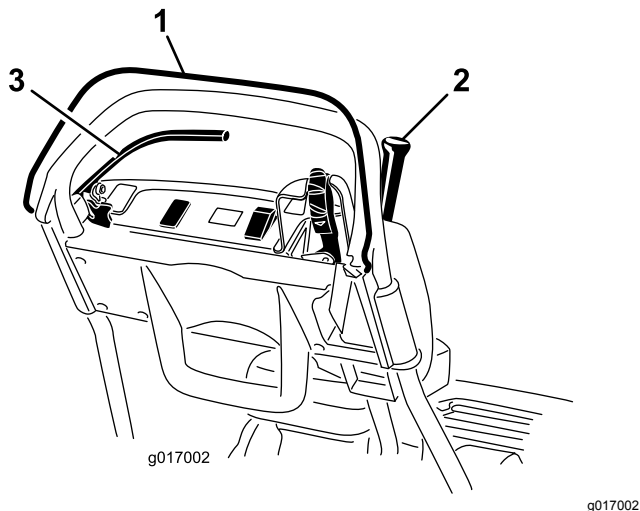

図 34
3. OPC を解除した状態で、走行レバーを入れる 図 34。レバーが入らなければ正常。走行レバーが入るのはインタロックシステムの異常であるから修理する。必ず修理してから使用すること 走行インタロックスイッチの整備 \(ページ 33\)を参照。
4. OPC を押し、走行レバーを入れた状態から OPC を解除する 図 34。走行レバーが外れれば正常です。走行レバーが外れないのはインタロックシステムの異常であるから修理する。必ず修理してから使用すること。 走行インタロックスイッチの整備 \(ページ 33\)を参照。
5. OPC を押し、シフトレバーを左に入れた状態から走行・リール回転にセットし、OPC を解除する 図 34。走行レバーが外れれば正常です。走行レバーが外れないのはインタロックシステムの異常であるから修理する。必ず修理してから使用すること 走行インタロックスイッチの整備 \(ページ 33\)または リールコントロールの調整 \(ページ 37\)を参照。